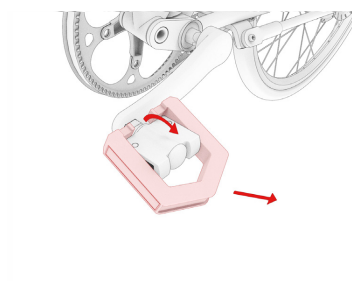

Fig. 1.11
- ⑩ Dépliez les pédales en tournant la cage rétractée de 90 degrés. La cage à pédales s'enclenche automatiquement (Fig. 1.11).